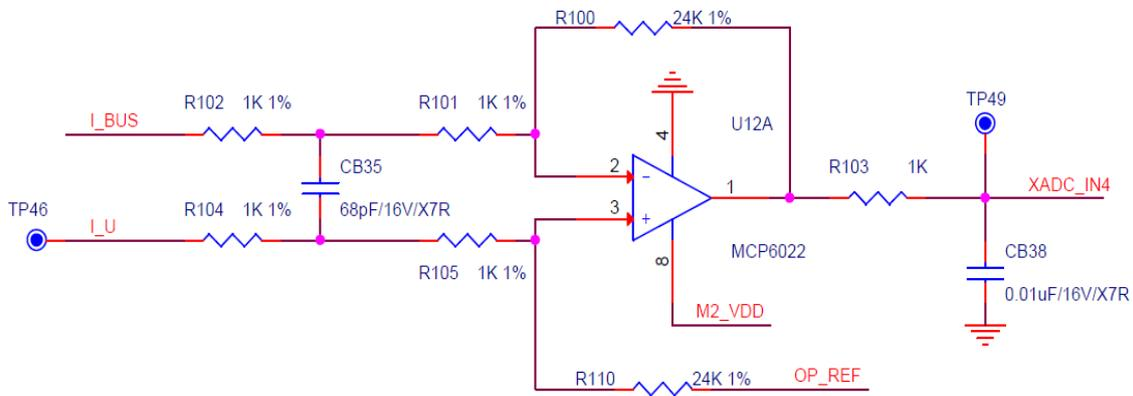

图 5-1 U 相电流采样原理图
(1) 电流采样运放增益 `OP_AMPLIFICATION_GAIN` 主要由运放前级正负端以及前后级之间配置电阻决定。以 U 相电流模拟电压采样为例，U 相电流模拟信号经过运放 U12 进行增益放大后输出至 MCU 模块采样，具体原理图如图 5-1 所示。